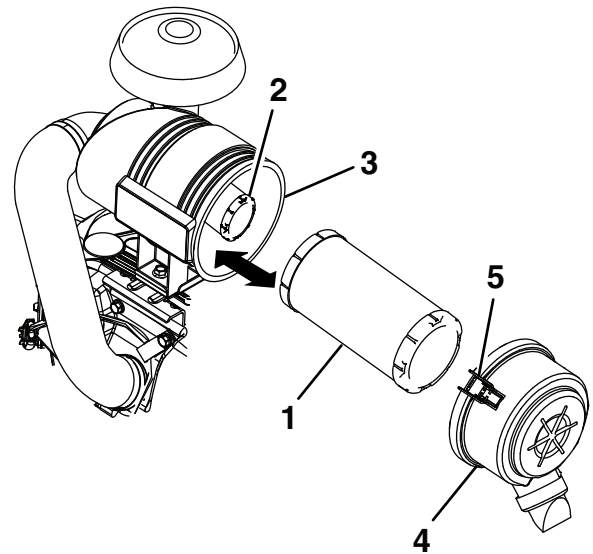

Figura 2
3. Abra los enganches y retire la tapa. Una vez retirada, afloje y retire el elemento exterior del filtro de aire. Luego retire el filtro de aire interior. Retire los elementos como se muestra en la Figura 2.
2. Coloque el elemento exterior del kit encima del elemento interior del filtro de aire, como se muestra en la Figura 2.